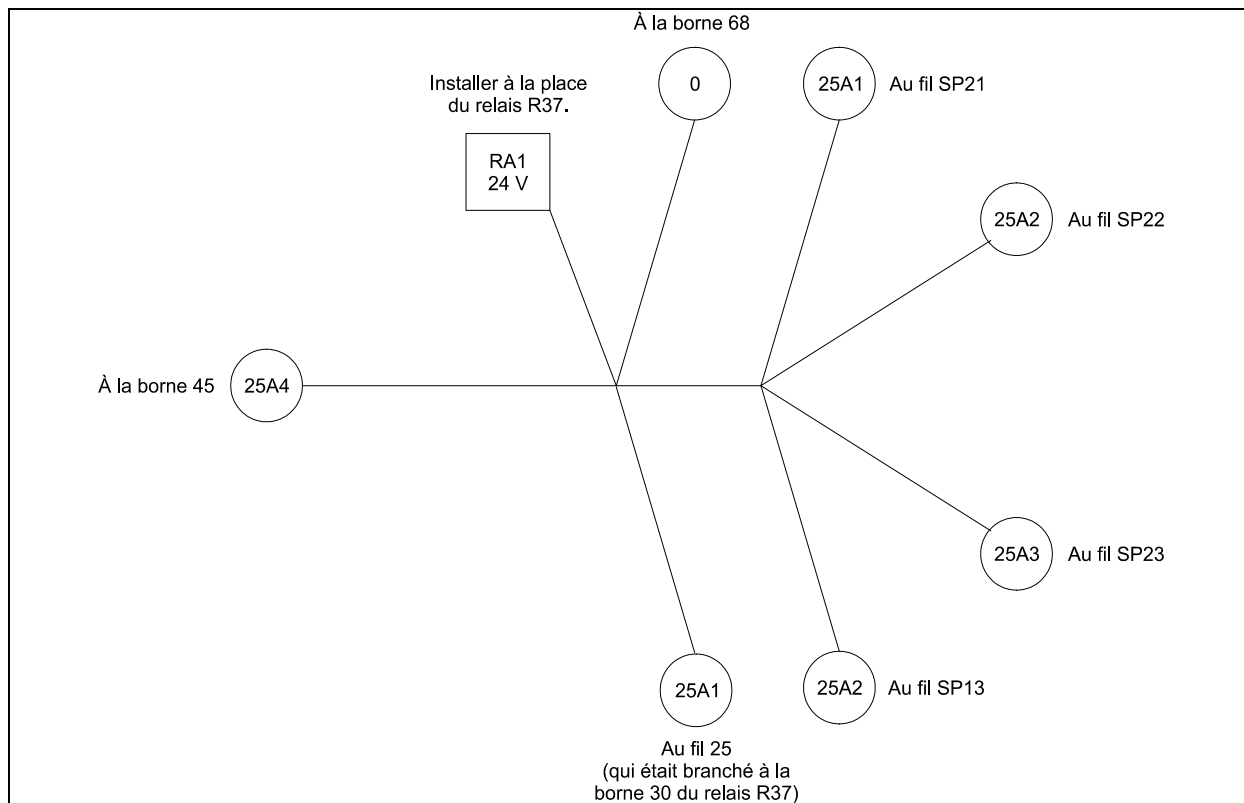

FIGURE 22 : INSTALLATION DU FAISCEAU DE CÂBLES 065241 DANS LA BOÎTE DE JONCTION ARRIÈRE
25. Connecter le fil 25A1 du faisceau #065151 au fil 25 existant (venant de l'installation précédente). Se référer à la figure 22.
26. Connecter le fil 25A2 du faisceau #065151 au fil de réserve SP13, situé au-dessus du solénoïde du démarreur. Placer la gaine thermorétractible autour de la connexion et chauffer (voir la figure 22).